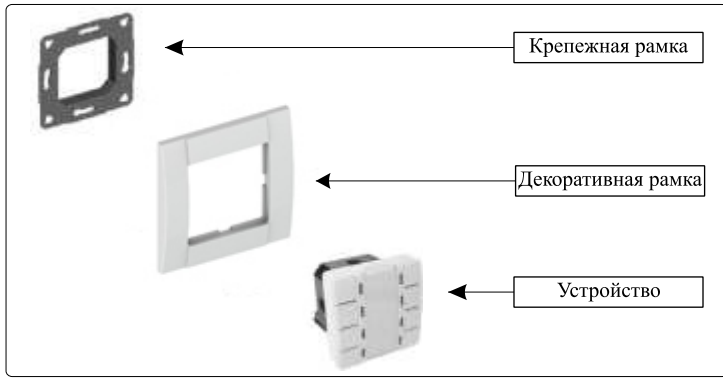

Рисунок 3. Монтаж устройства
- Закрепить с помощью шурупов крепежную рамку на электромонтажной чашке (см. рисунок 3).
- Закрепить устройство в крепежной рамке, предварительно поместив между ними декоративную рамку и адаптер (см. рисунок 3).